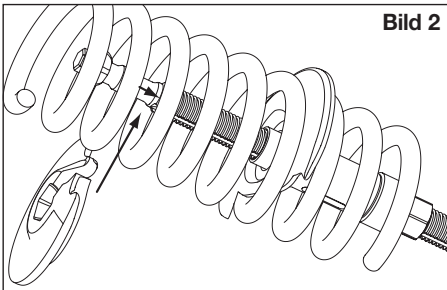

Bild 2
- Obere Spannplatte ④ auf die Spindel auffädeln **Bild 2**.